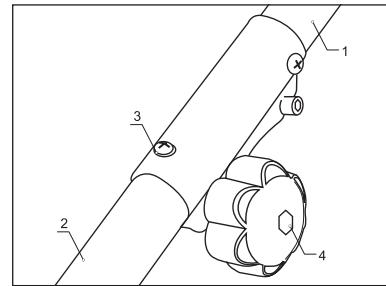

рис. 7
- Соедините верхнюю 1 (рис. 7) и нижнюю 2 (рис. 7) часть штанги, повернув ее так, чтобы пружинная кнопка нижней части 3 (рис. 7) вошла в отверстие муфты верхней части штанги. При необходимости поверните вал катушки так, чтобы приводной вал, находящийся в нижней части штанги, вошел в зацепление с ответной частью в верхней части. Зафиксируйте соединение стяжным винтом коннектора штанги 4 (рис. 7).